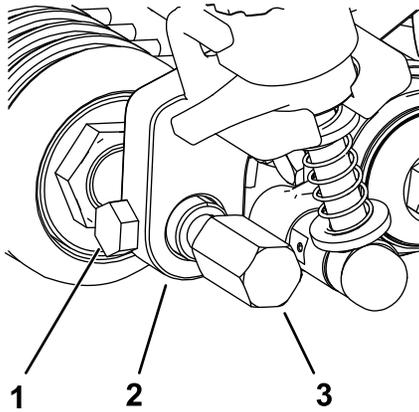

Figura 24
- Insira e centre o eixo do rolo frontal entre os suportes da altura de corte e encaixe-o, fixando-o com os dois parafusos de montagem removidos dos antigos suportes da altura de corte (**Figura 24**).
- Instale os resguardos do rastelo a cada um dos lados do eixo do rolo frontal (**Figura 24**).